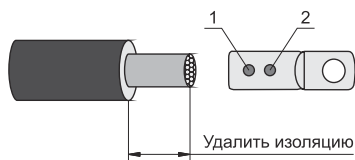

Рисунок 11
4.26.3 При использовании наконечников со срывными болтами (рисунок 11) плавно, без рывков, затянуть болты до срыва головок, в последовательности, указанной на рисунке 11, придерживая наконечник трубным ключом или специальным приспособлением. Выступы болтов спилить напильником до уровня поверхности наконечника, опилки тщательно удалить.